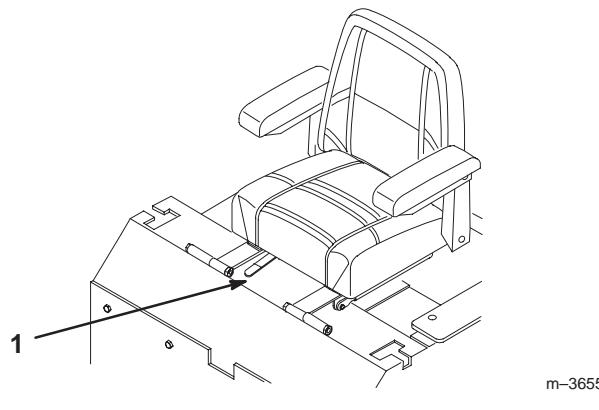

Bild 27
- Bewegen Sie den Einstellhebel zum Entriegeln des Sitzes zur Seite (Bild 27).